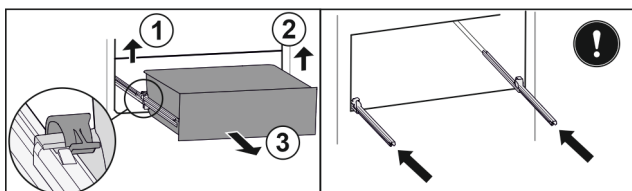

Fig. 96
- ▶ Podnieść lewy zacisk i wysunąć jednocześnie szufladę po lewej do przodu. Fig. 96 (1)
- ▶ Podnieść prawy zacisk i wysunąć jednocześnie szufladę po prawej do przodu. Fig. 96 (2)
- ▶ Wyjąć szufladę do przodu. Fig. 96 (3)